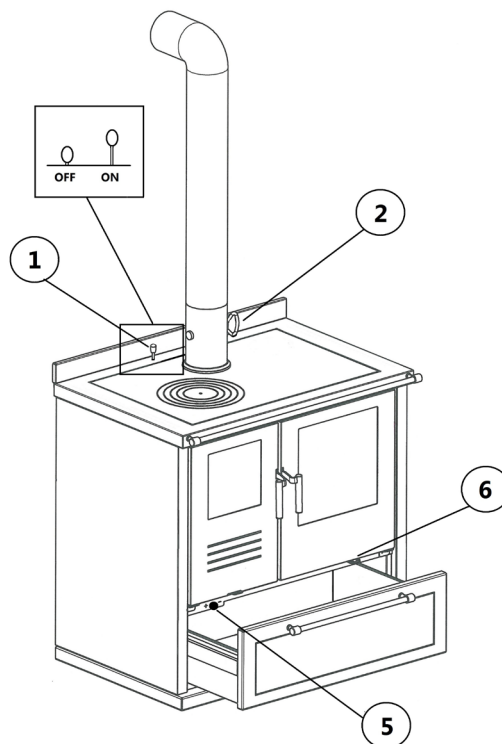
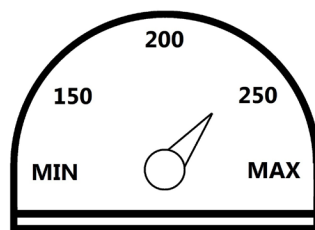

Fig. 16 - Exemple de poêle 2
Fig. 17 - Thermomètre du four
- Ouvrir au maximum le registre d'entrée d'air primaire, la soupape d'allumage (vanne présente uniquement dans les poêles avec four) et la clé de poêle (voir **Fig. 16 à page 46** et **Fig. 17 à page 46**).
Pour un meilleur rendement, il est conseillé de fermer le registre d'air primaire au minimum (voir **Fig. 16 à page 46**) et la soupape d'allumage dès qu'une flamme vive se produit ; ceci permet d'obtenir le rendement maximum (rendement nominal) avec la consommation minimum de combustible.
Les modèles Master et Gemma (voir **Fig. 17 à page 46**) sont équipés d'un registre d'air primaire avec vanne automatique au moyen d'une sonde, qui s'ouvre et se ferme automatiquement en fonction de la température interne du foyer : quand la flamme est vive, la vanne se ferme de manière à faire passer moins d'air. C'est pourquoi il est conseillé de mettre la vanne sur (-) une fois que le feu est allumé.
Si les fumées ont du mal à faire le tour autour du feu une fois que la soupape d'allumage est fermée, une vanne supplémentaire des fumées située sous le four (voir **Fig. 17 à page 46**) raccourcit le parcours de la fumée en tirant le levier.
Certains modèles des poêles sont équipés d'une ventilation forcée à commande manuelle : l'allumer et l'éteindre à l'aide de l'interrupteur prévu à cet effet (voir **Fig. 16 à page 46**).